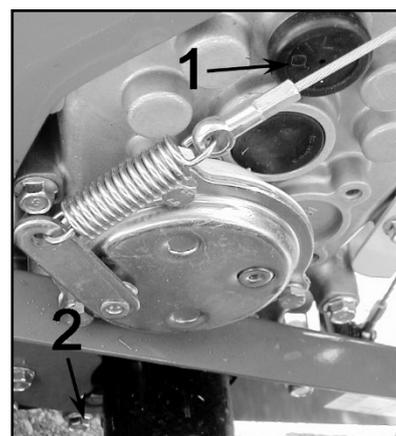

Figure 9
- Enlevez le bouchon de remplissage d'huile (1, Figure 9). Si le niveau est correct, l'huile doit affleurer le point bas du logement du bouchon. S'il manque de l'huile, remettez une huile pour transmission SAE90 ou API GL-5.
- L'huile doit être échangée au première 20 heures d'utilisation, puis toutes les cent heures. La vidange se fait par le bouchon de vidange (2, Figure 9).